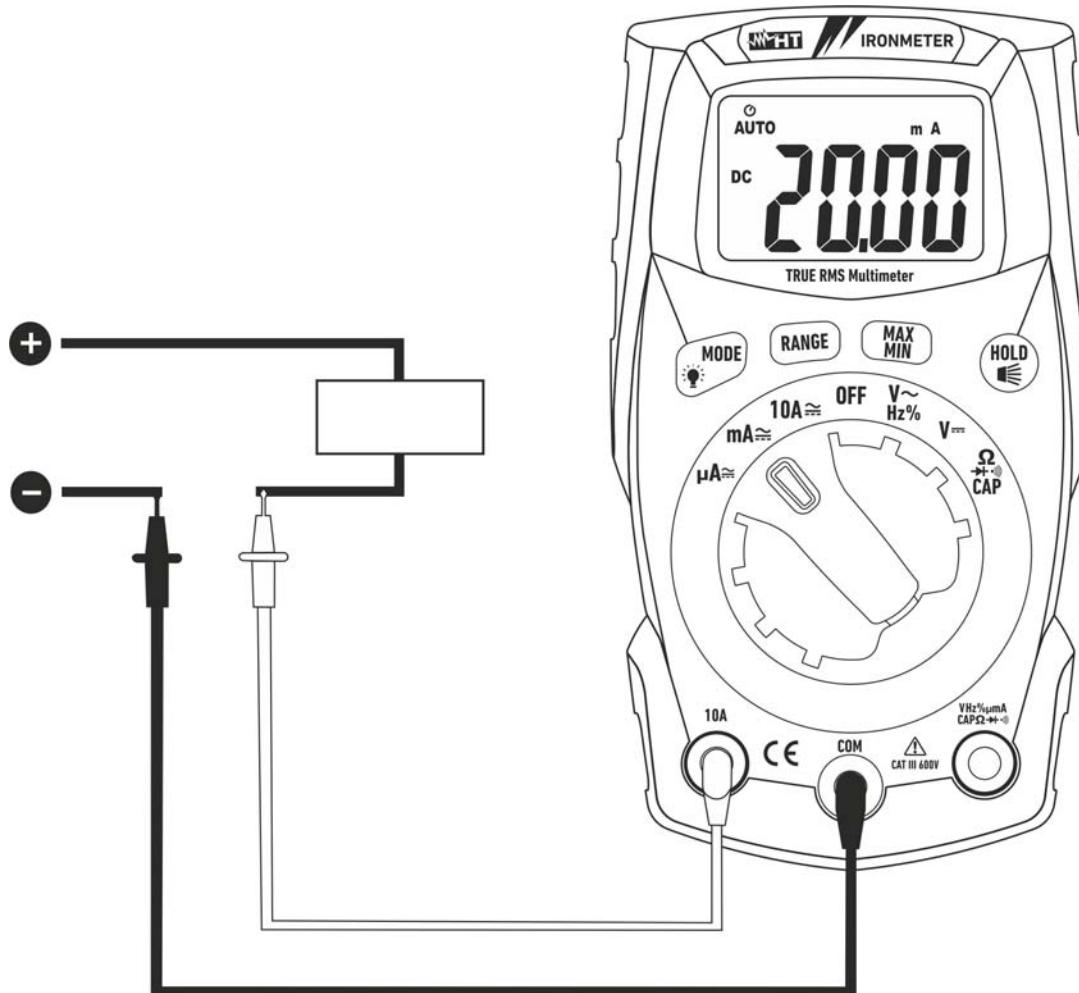

Fig. 8: Uso del instrumento para medida de Corriente CC
5. Conecte la punta roja y la punta negra en serie al circuito del que se quiere medir la corriente respetando la polaridad y el sentido de la corriente (vea Fig. 8).
8. La visualización del símbolo "**-**" en el visualizador del instrumento indica que la corriente tiene sentido opuesto respecto a la conexión de Fig. 8.